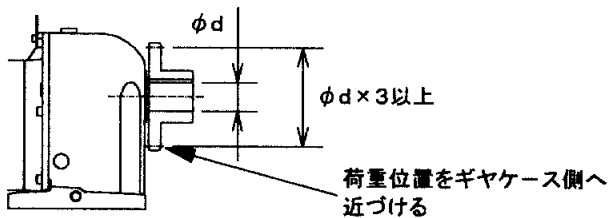

図4 スプロケット位置
- (3) オーバハング荷重による損傷を防止するため、スプロケット、歯車、プーリなどは、荷重位置ができるだけ出力軸段付部側へくるように取り付けてください。図4参照。